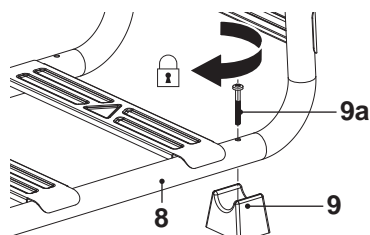

Fig. 1
1. Alinhe o pé (9) com o orifício na estrutura (8) (Fig. 1).